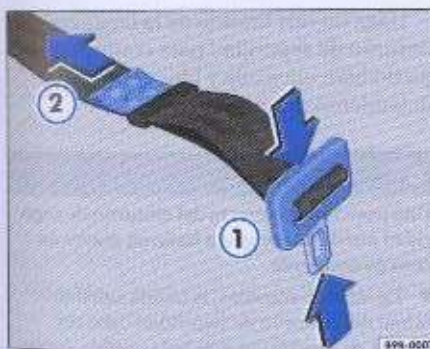

Fig. 17 Cinturón subabdominal
- Presione la lengüeta conforme ilustrado ⇒ fig. 17 ① -flechas- y alargue totalmente el cinturón.
- Apríete la lengüeta contra el cierre y tire de la extremidad ⇒ fig. 17 ② hasta alcanzar una holgura máxima de 3 dedos (5 cm) en la región subabdominal.